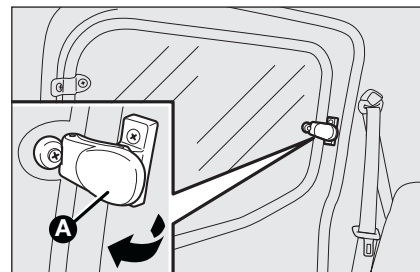

fig. 60
- déplacer le levier **A-fig. 60** vers l'extérieur jusqu'à obtenir l'ouverture complète de la vitre.